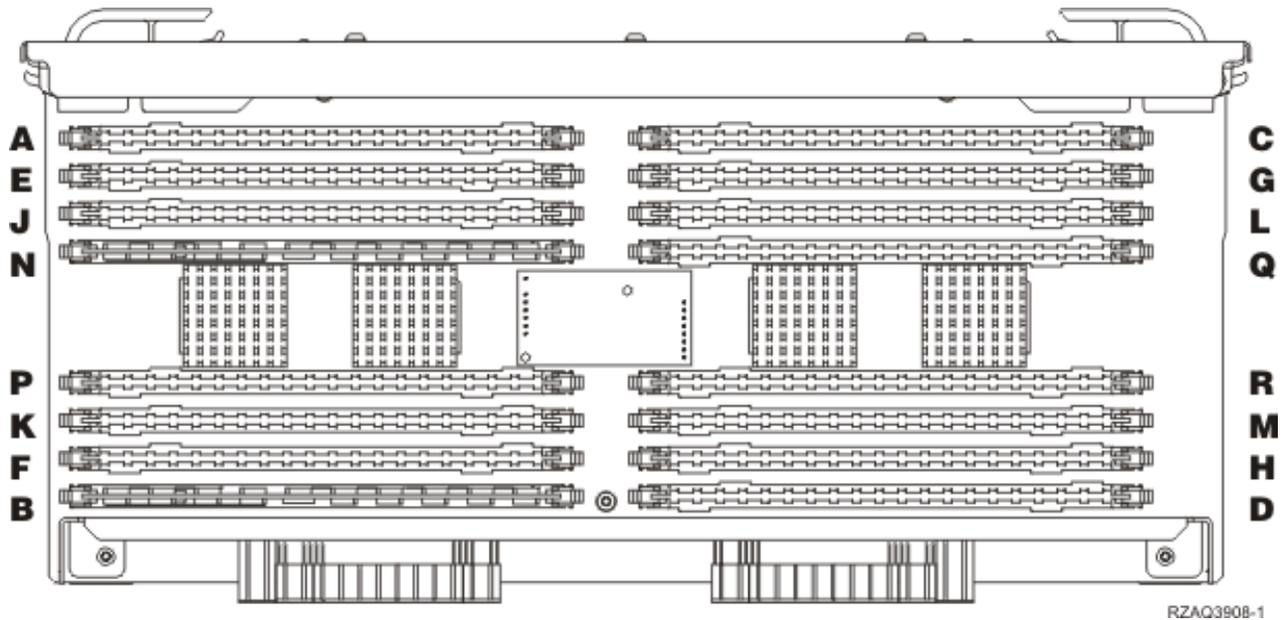

Figura 9. Localizações da Memória no Conjunto de Placas
- \_\_\_ 5. Localize a placa de memória a substituir. A Figura 9 mostra as localizações da placa de memória no conjunto de placas de memória principal.